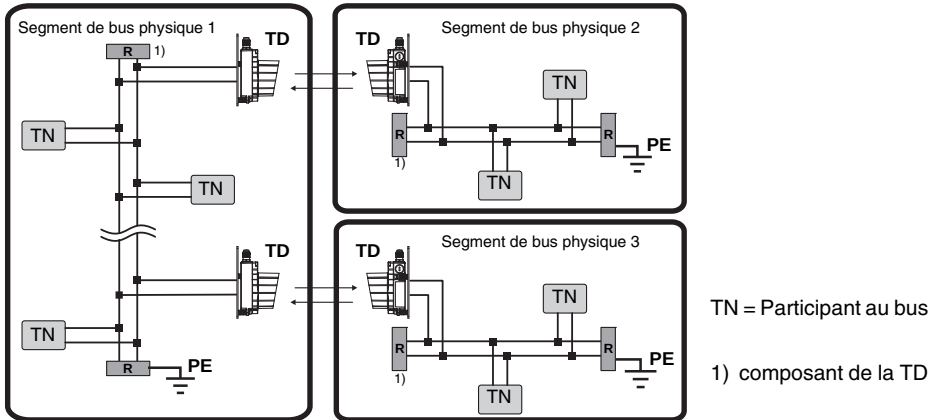

Figure 9.9: Câblage DeviceNet / CANopen
- Pour chaque segment de bus physique, les bouts de ligne de bus doivent être terminés entre CAN\_L et CAN\_H (voir figure 9.9 ).
- Le potentiel de référence CAN\_GND ne peut être relié à la terre (PE) qu'à un endroit d'un segment de bus physique (voir figure 9.9).